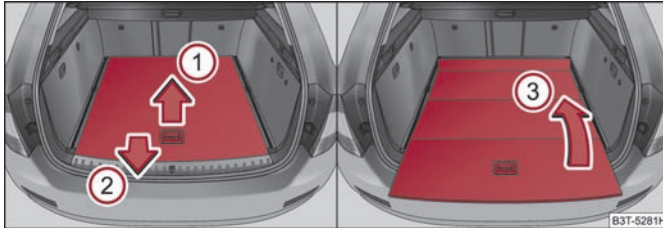
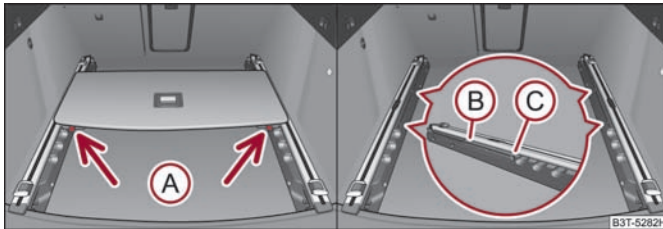

Abb. 91 Kofferraum: variablen Ladeboden zusammenklappen
Abb. 92 Kofferraum: variablen Ladeboden ausbauen
- Fassen Sie den hinteren Teil des Bodens am Griff an, heben Sie ihn etwas in Pfeilrichtung ① an ⇒ Abb. 91 und ziehen Sie ihn über den Stoßfänger in Pfeilrichtung ② heraus, bis er in der Öffnung ③ einrastet ⇒ Abb. 92.
- Durch Bewegen in Pfeilrichtung ③ ⇒ Abb. 91 klappen Sie den Ladeboden zusammen.
- Drücken Sie die Sicherungstasten ④ ⇒ Abb. 92 und nehmen Sie den Boden heraus.
- Schieben Sie den Boden nach vorn bis er in den Öffnungen ④ in den Tragschienen einrastet ⇒ Abb. 92.
- Drücken Sie vorsichtig an Stellen der Öffnungen ⑤ auf den Boden, bis er hörbar einrastet ggf. drücken Sie die Sicherungstasten ④.